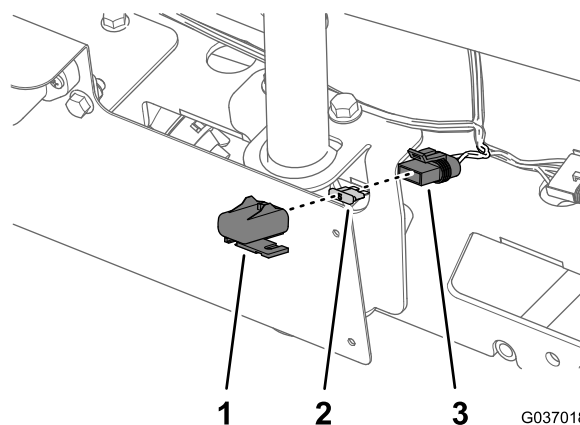

Figure 78
1. Retirez le couvercle de la douille de fusible (Figure 78).
2. Enlevez le fusible défectueux (Figure 78).
3. Insérez le nouveau fusible dans la douille jusqu'à ce qu'il soit complètement engagé (Figure 78).
4. Reposez le couvercle sur la douille de fusible (Figure 78).